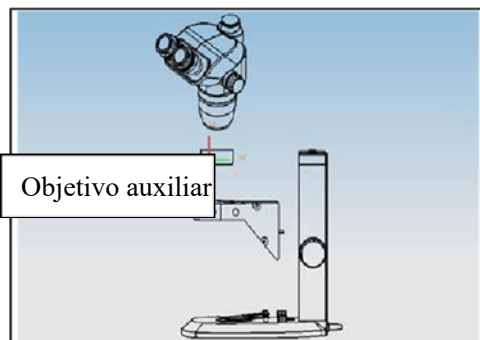

Fig.6
2. El objetivo auxiliar de 0.5x con distancia de trabajo larga. Cuando utilice este objetivo, suelte el tornillo de bloqueo del brazo con una llave de 6. Utilícelo después de mover un poco el agujero. (Fig 6)